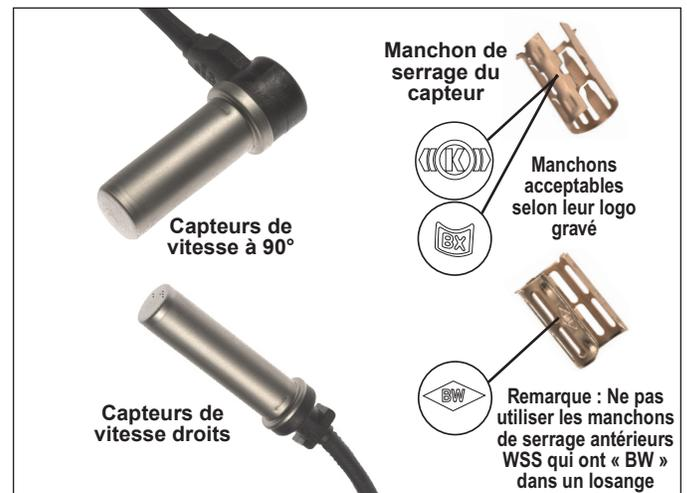

FIGURE 3 – CAPTEURS DE VITESSE DE ROUE BENDIX® WS-24™
- **Capteurs de vitesse de roue (CVR) :** Situés aux moyeux sélectionnés, les capteurs de vitesse de roue détectent la rotation de chaque roue et envoient au BCE un signal électrique proportionnel à la vitesse de rotation. Cf. Figure 3.